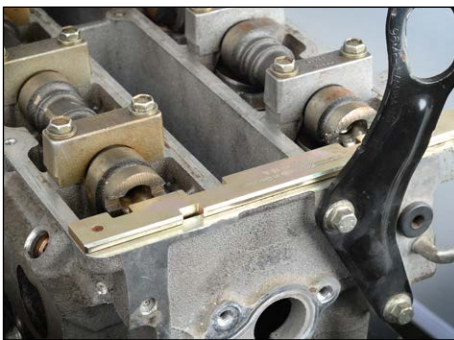

Fig. 6
3. Breng het instelwerktuig voor de nokkenas in OE (303-376B), Tool Box V04/21, in de groeven aan de aan de achterkant (Fig. 6 and 7).